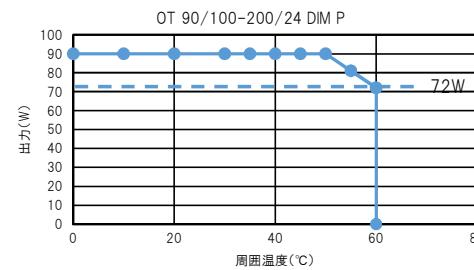

図2
- 本製品の出力電力は図2のグラフに示すよう周囲温度に影響を受けます。設置環境をご確認の上ご使用ください。